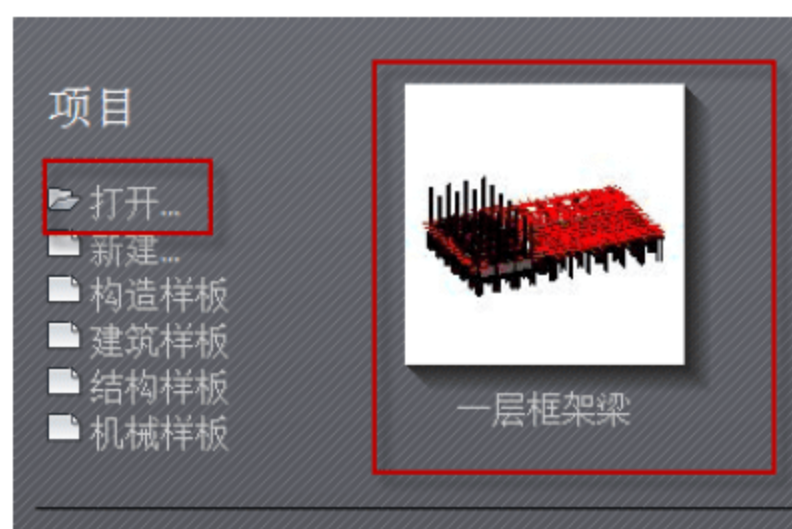
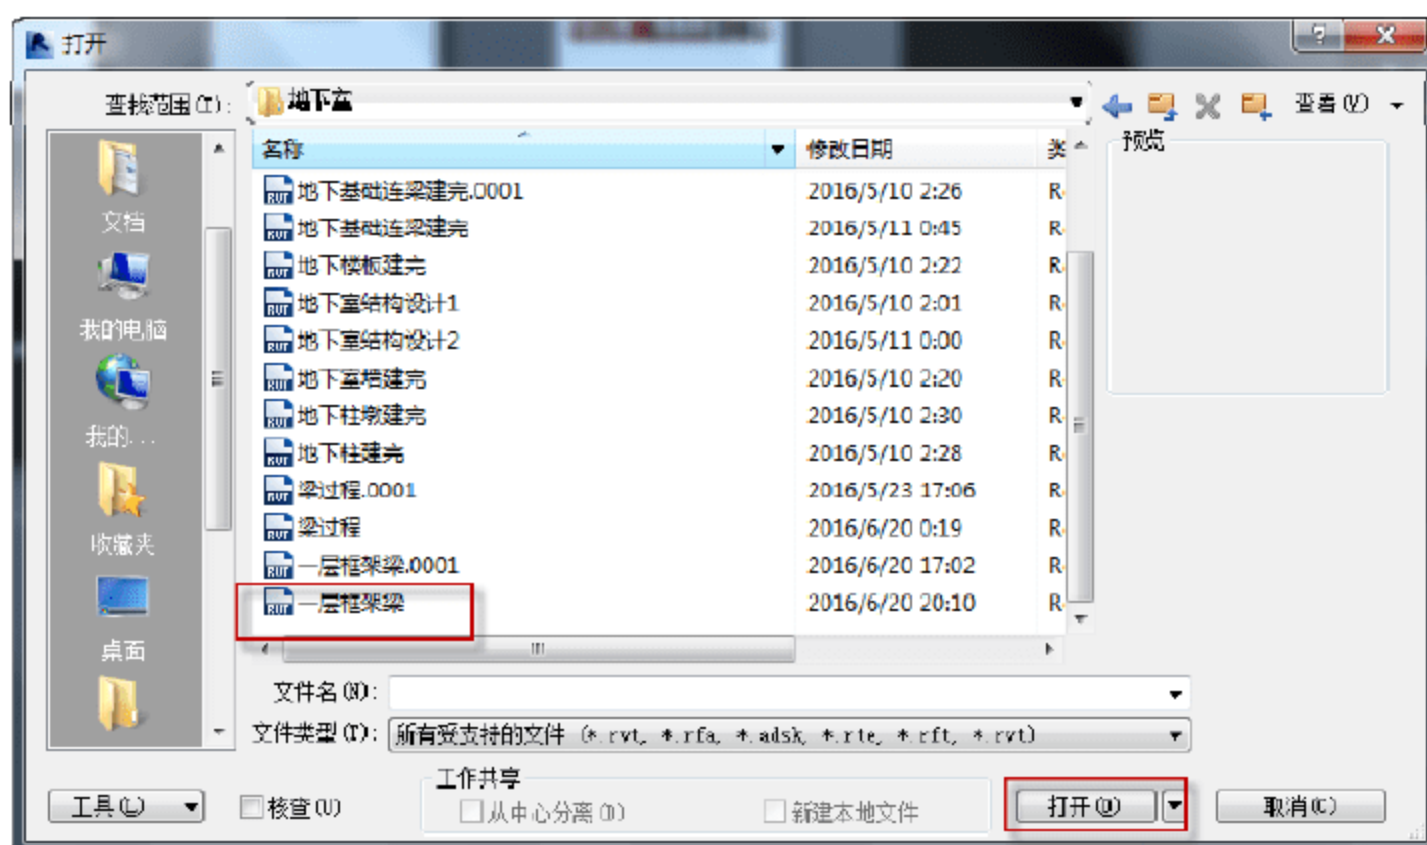

图 3.2.53 打开项目
图 3.2.54 打开项目
(1) 打开项目。打开 Revit 进入其主界面，双击 3.2.2 节完成的图形文件（Revit 在保持项目时会自动在主界面保留一个最近刚完成的项目，方便下次查阅），如图 3.2.53 和图 3.2.54 所示。